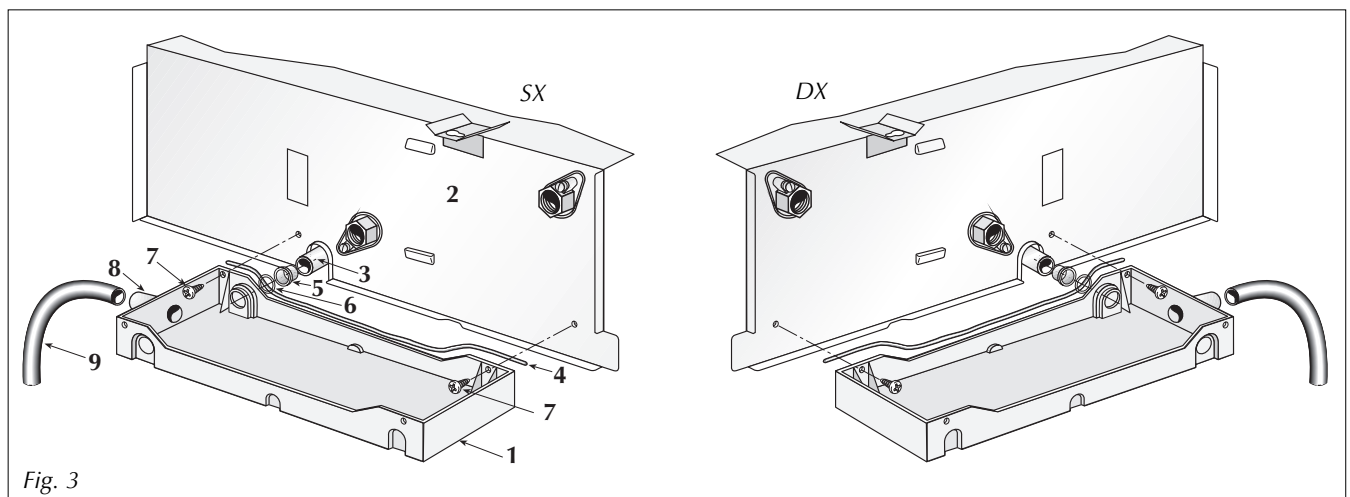

Fig. 3
- predisporre lo scarico della condensa della bacinella (1 fig.3) dalla parte degli attacchi idraulici (2 fig.3), verificare che lo scarico (3 fig.3) non sia ostruito, altrimenti liberalo con un utensile;
- applicare il sigillante (4 fig.3) fornito a corredo, sul bordo della bacinella che sarà a contatto con la fiancata del ventilconvettore;
- applicare la ghiera (5 fig.3) e la guarnizione O-Ring (6 fig.3) a corredo, interponendoli tra l'imbocco della bacinella e lo scarico condensa;
- Montare la bacinella, infilandone l'imbocco nello scarico condensa del ventilconvettore e fissarla alla fiancata con le viti in dotazione (7 fig.3);
- collegare al raccordo di scarico (8 fig.3) della bacinella (\varnothing est. 16mm) il tubo di scarico condensa (9 fig.3);
- set up drainage of condensation from the tray (1 fig. 3) from the water connection side (2 fig. 3), make sure that the drain (3 fig. 3) is not obstructed; if necessary, remove obstructions by means of a tool;
- apply the sealing agent (4 fig. 3) supplied to the edge of the tray coming into contact with the side of the fancoil;
- fit the ring nut (5 fig. 3) and the O-ring (6 fig. 3) supplied between the mouth of the tray and the condensate drain;
- fit the tray by inserting the mouth into the fancoil condensate drain and fixing it to the side with the screws supplied (7 fig. 3);
- connect the condensate drainage pipe (9 fig. 3) to the drainage manifold (ext. \varnothing 16mm) on the tray (8 fig. 3);
- prédisposer l'évacuation des condensats du bac (1 fig.3) du côté des raccords hydrauliques (2 fig.3), vérifier que l'évacuation (3 fig.3) n'est pas obstruée, sinon la libérer avec un outil ;
- appliquer l'adhésif (4 fig.3) fourni sur le bord du bac qui entrera en contact avec le flanc du ventilo-convecteur ;
- appliquer la bague (5 fig.3) et le joint O-Ring (6 fig.3) fournis, en les interposant entre l'embouchure du bac et l'évacuation des condensats ;
- Monter le bac en enfilant son embouchure dans l'évacuation condensats du ventilo-convecteur et le fixer sur le flanc de ce dernier avec les vis fournies (7 fig.3) ;
- relier au raccord d'évacuation (8 fig.3) du bac (Ø ext. 16 mm) le tube d'évacuation des condensats (9 fig. 3) ;
- Den Kondensatablass der Wanne (1 Abb. 3) auf der Seite, auf der sich die Wasseranschlüsse (2 Abb. 3) befinden, montieren. Sicherstellen, dass der Ablass (3 Abb. 3) nicht zugesetzt ist und ggf. mit einem Werkzeug reinigen.
- Die im Lieferumfang enthaltene Dichtmasse (4 Abb. 3) auf den Wannенrand auftragen, der mit der Seitenwand des Gebläsekonvektors in Berührung ist.
- Die Nut (5 Abb. 3) und die beige stellte O-Ringdichtung (6 Abb. 3) zwischen dem Einlass der Wanne und dem Kondensatablass montieren.
- Die Wanne montieren. Den Einlass in den Kondensatablass des Gebläsekonvektors einführen und mit den beige stellten Schrauben an der Geräteseitenwand befestigen (7 Abb. 3).
- Die Kondensatablassleitung (9 Abb. 3) an den Ablassstutzen (8 Abb. 3) der Wanne (Außen-Ø 16 mm) anschließen.